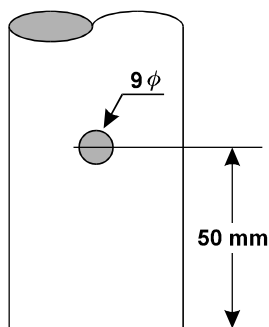

Figura 1
1. Perfore un agujero de 9 mm de diámetro que atraviese ambas paredes del mástil, centrándolo a 50 mm de la base (ver figura 1). Cerciórese de mantener el taladro perpendicular y centrado al hacer los agujeros, con el objeto de que los perforados en el mástil queden debidamente alineados con los de la abrazadera de soporte de la base.